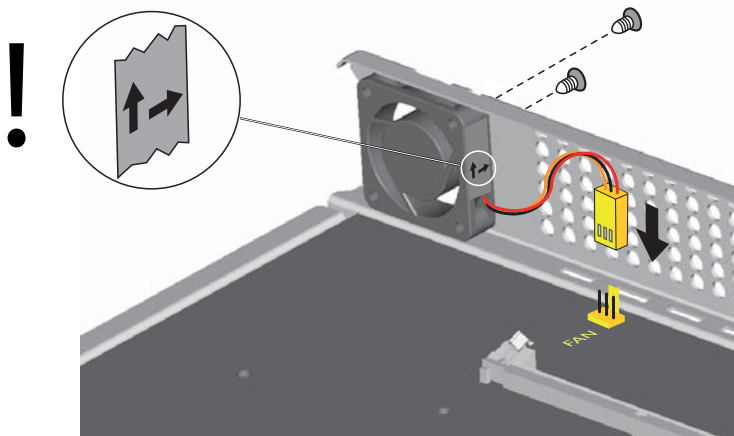

Fig. 17 Einbau des Lüfters in Mittel 430
3. Montieren Sie mit den 2 Schrauben den Lüfter an die Innenseite des Gehäuses. Beachten Sie dabei die Pfeile auf dem Lüfter. Sie geben die Drehrichtung und den Luftstrom an. Der Luftstrom muss aus dem Gehäuse des Kommunikationsservers herausführen (siehe Fig. 17).